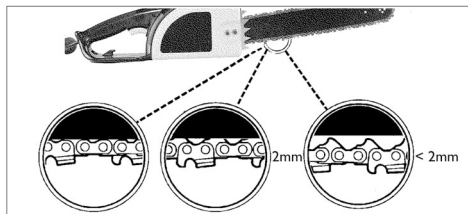

Fig. 4
**OPMERKING:** Een nieuwe ketting en zaagblad moeten al na vijf keer zagen worden afgesteld. Dit is in de inlooperperiode normaal en de intervallen tussen de afstellingen zullen snel groter worden (Fig. 4).
**VOORZICHTIG:** Als de ketting TE LOS of TE STRAK is gespannen, zullen de ketting en de lagers sneller slijten. Bestudeer Fig. 4 voor informatie over de juiste spanning in koude toestand (A), in warme toestand (B), en als richtlijn om vast te stellen wanneer de zaagketting moet worden afgesteld (C).
**VOORZICHTIG:** Als de ketting te los is gespannen, d.w.z. als u de ketting met een vinger meer dan 3 mm kunt indrukken, zoals getoond in Fig. 4, moet de ketting worden gespannen omdat de remtijd anders te lang is.